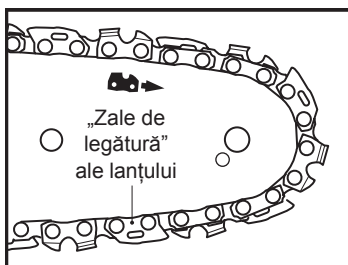

Fig. 11
1. Pune produsul pe o suprafață plană adecvată, cu capacul motofierăstrăului (22) orientat înainte.
2. Verifică tensiunea lanțului folosind o mână pentru a ridica lanțul de fierăstrău (20) cât să se simtă greutatea produsului. Tensiunea corectă se obține când lanțul fierăstrăului poate fi ridicat cu aproximativ 2-4 mm de pe lama de ghidare (19) în centru (fig. 11, 12).